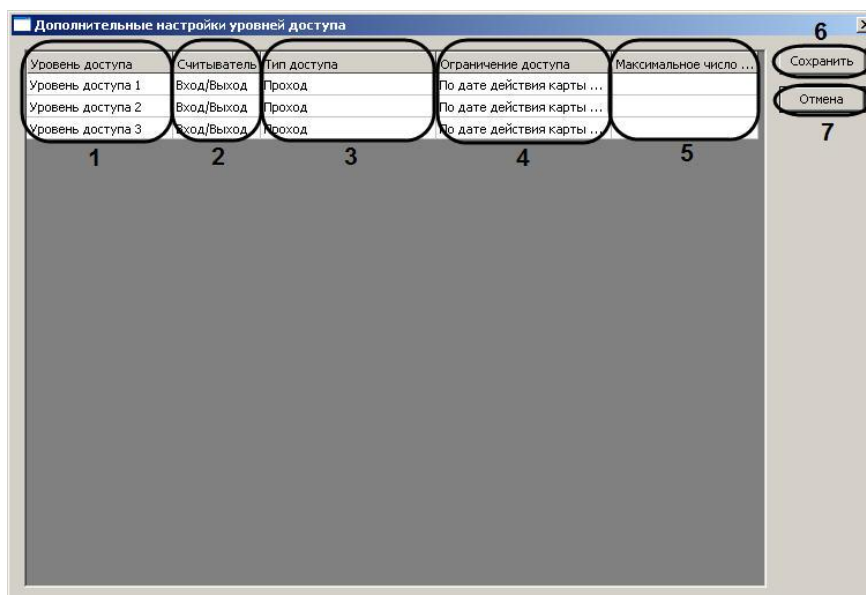

Рис. 3.3—35 Дополнительные настройки уровней доступа
2. В результате выполнения данной операции откроется окно **Дополнительные настройки уровней доступа** (Рис. 3.3—35).
3. В столбце **Уровень доступа** отображаются названия тех зарегистрированных в ПК *Интеллект* уровней доступа, которые были записаны в соответствующий контроллер L4D/L5D(см. Рис. 3.3—35, **1**).
4. Из раскрывающегося списка **Считыватель** (см. Рис. 3.3—35, **2**) выбрать режим работы считывателя на данном уровне доступа:
5. Из раскрывающегося списка **Тип доступа** выбрать тип доступа (см. Рис. 3.3—35, **3**), который требуется использовать на данном уровне доступа: